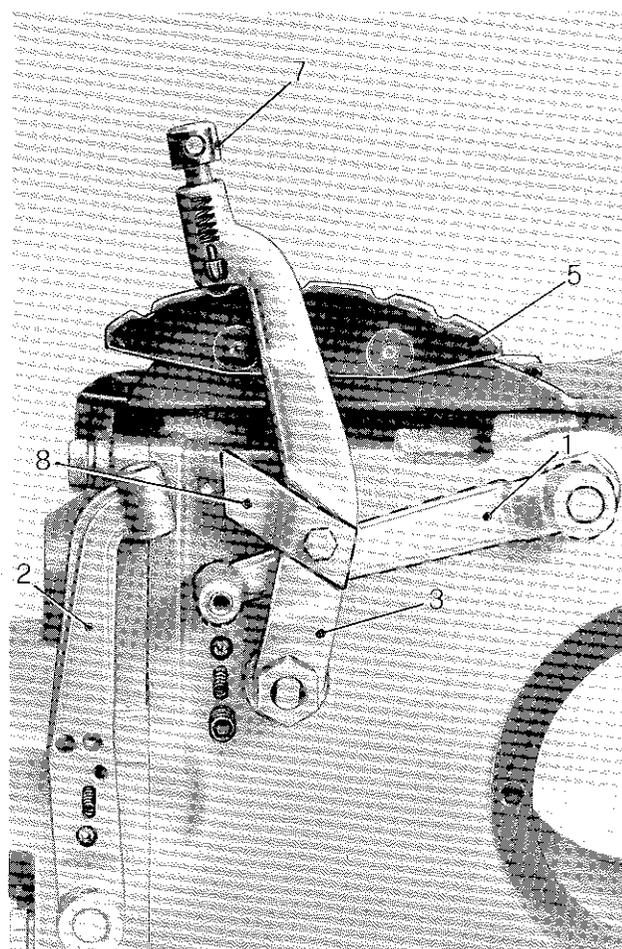
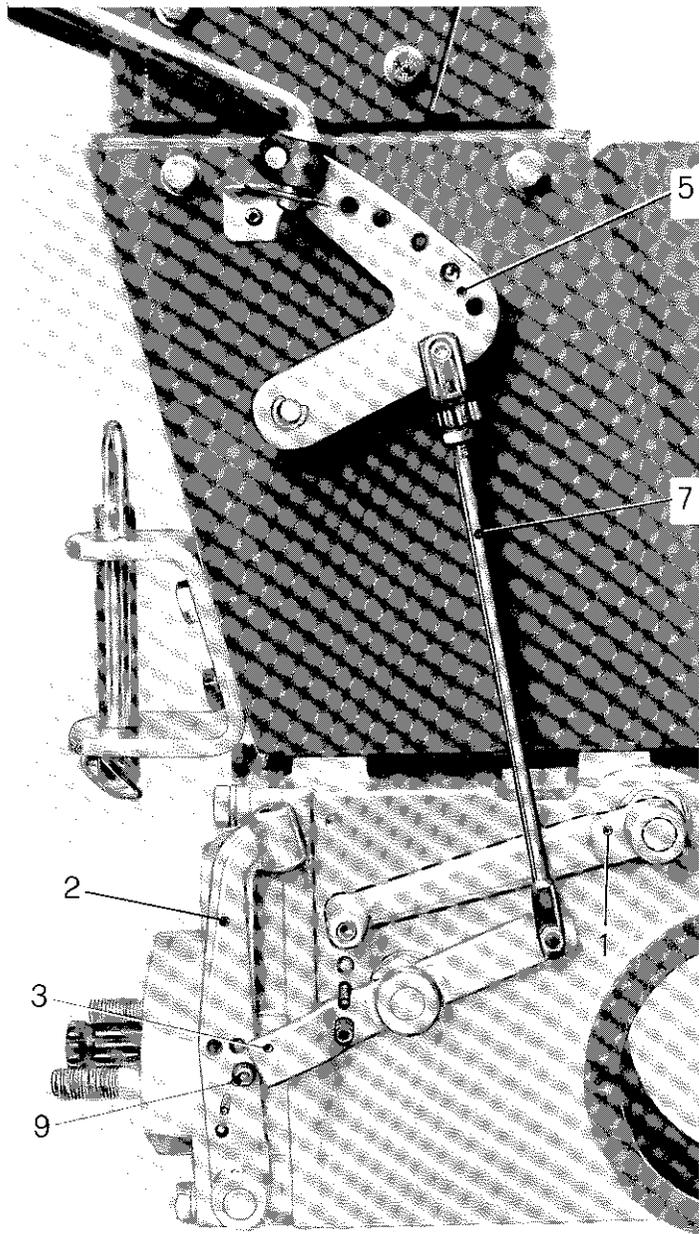

Fig. 22 - Comandi esterni del cambio (lato dx) e della P.T.O. per serie 42-44
Fig. 24 - Comandi esterni del cambio (lato dx) e della P.T.O. per serie 43
- smontare le leve esterne comandi P.T.O. sincronizzata 1 (se prevista) e standard 2 (vedi fig. 22 per serie 42-44 e fig. 24 per serie 43), togliendo per la leva 1 il grano che tiene precaricata la molla (recuperare molla e sfera) e, per entrambi, estraendo la spina elastica che blocca la leva al perno (recuperare molla e sfera della leva 2);